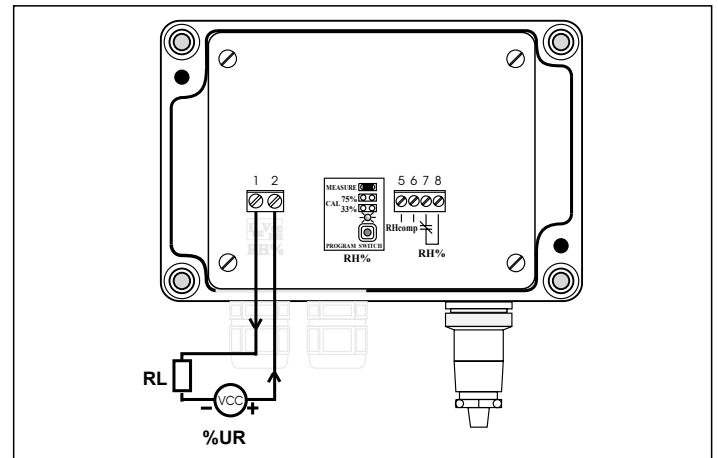
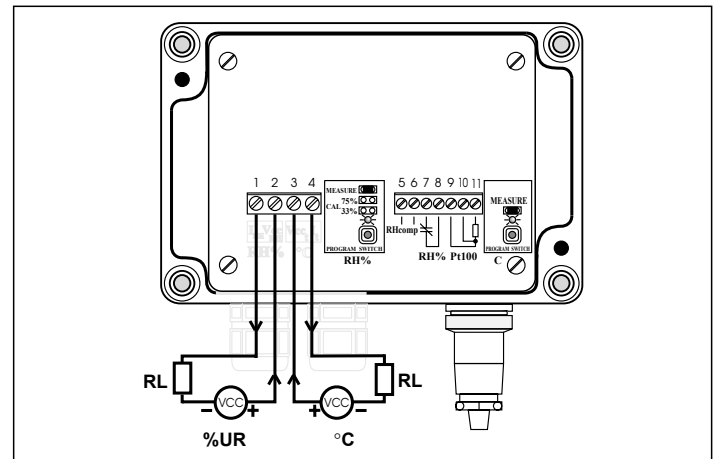
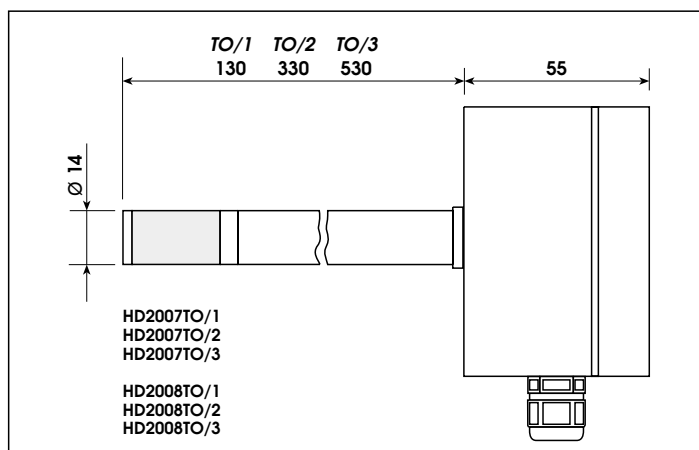

Fig.1 Esquema de conexión del transmisor de humedad relativa HD 2007T...
Fig. 2 Esquema de conexión del transmisor doble: humedad relativa y temperatura HD 2008T
Fig. 8 Dimensiones mecánicas versión TO
La fig. 8,9,10 muestran las dimensiones mecánicas de los transmisores. Las fig. 1 y fig. 2 muestran el esquema de conexión del loop de corriente. Con el símbolo RL (load) se muestra un dispositivo cualquiera integrado en el loop de corriente, es decir: un indicador, un controlador, un acumulador de datos o una grabadora.
- alimentar el instrumento como se muestra en los esquemas de conexión en la fig. 1 (HD 2007T...) y fig. 2 (HD 2008T...);
- Conectar la sección temperatura del HD 2008T... como se muestra en la fig. 2, programar el calibrador Pt100 con la temperatura correspondiente a 4 mA. Por ejemplo, suponiendo que se quiere introducir el rango -10...+120°C, se programa el calibrador a -10°C; el valor de resistencia equivalente será 96.09 Ω; si la calibración se realiza con una resistencia fija, entre los terminales 10 y 11, con los terminales 9 y 10 en cortocircuito, se conectará una resistencia fija de valor equivalente a 96.09 Ω.